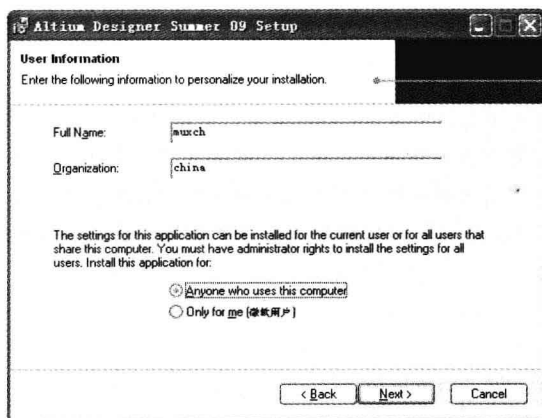

图 1-3 用户信息登记对话框
(3) 用户可根据自身的情况,在弹出的用户信息登记对话框的 Full Name 文本框中输入用户名,在 Organization 文本框中输入单位名称,如图 1-3 所示。此外,在该对话框中用户还可以设定该软件的使用权限:Anyone who uses this computer 和 Only for me。